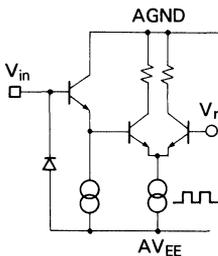

Fig. 1 Analog input
3. Analog Input (V_{in}) (See Fig. 1.)